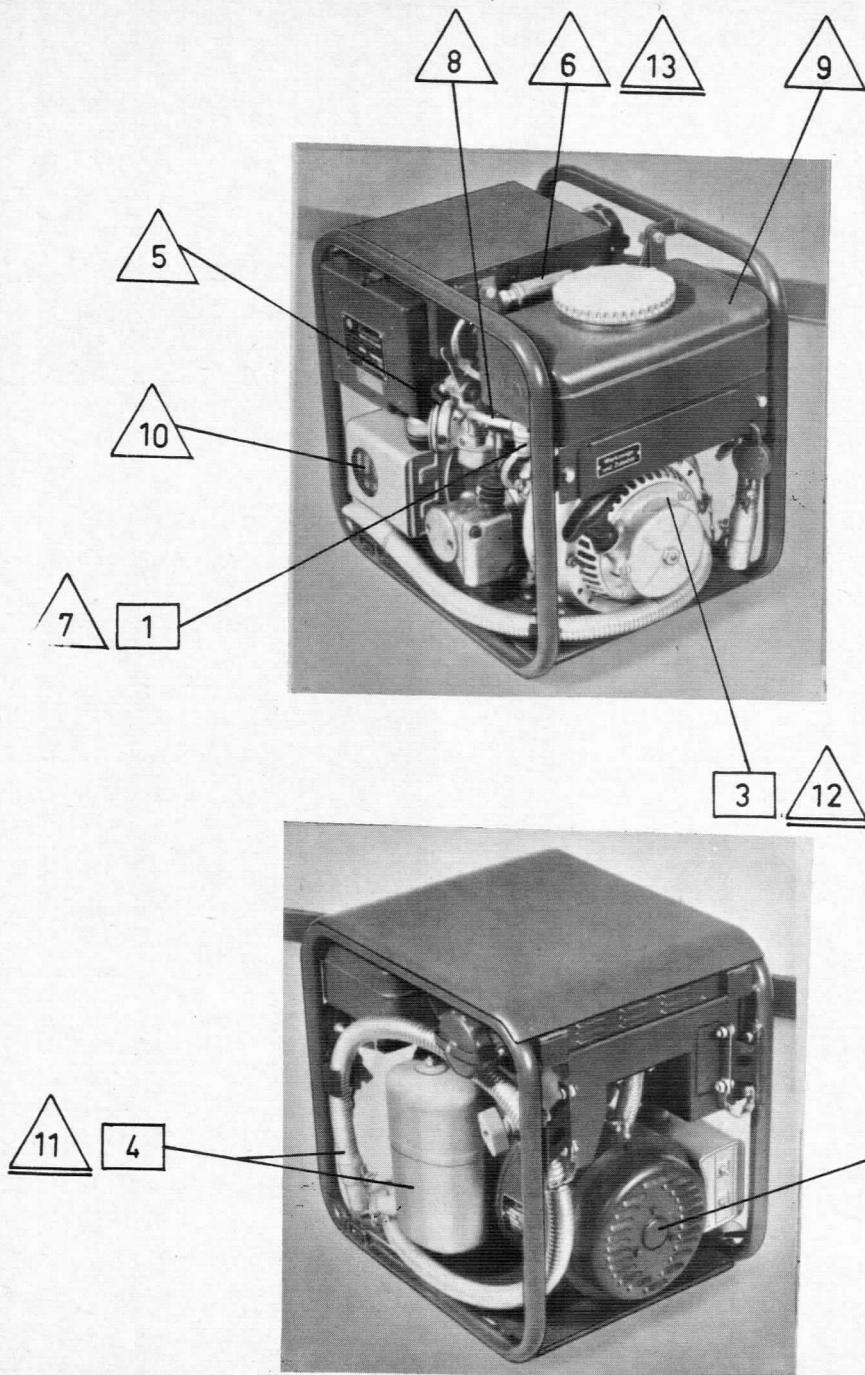

Bild 42
2.2.2.2 Pflegestellen-Übersicht ( Bild 42 )